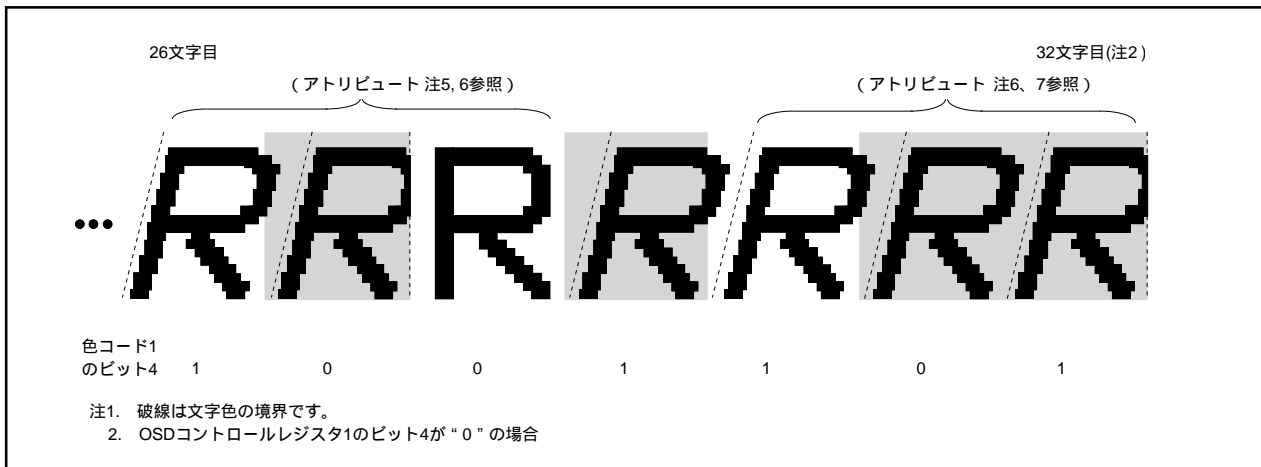

図16.32 イタリック表示例
5. 文字色の境界はイタリック体になりますが、文字背景色の境界はイタリックの影響を受けません（図16.32参照）。
6. イタリック体の文字に隣接する文字（片側又は両側）は、その文字がイタリックを指定していない場合でもイタリック体になります（図16.32参照）。
7. 32文字目（32文字モード）/42文字目（42文字モード）のキャラクタをイタリック体にした場合、文字領域からはみ出した部分は表示されません（図16.32参照）。